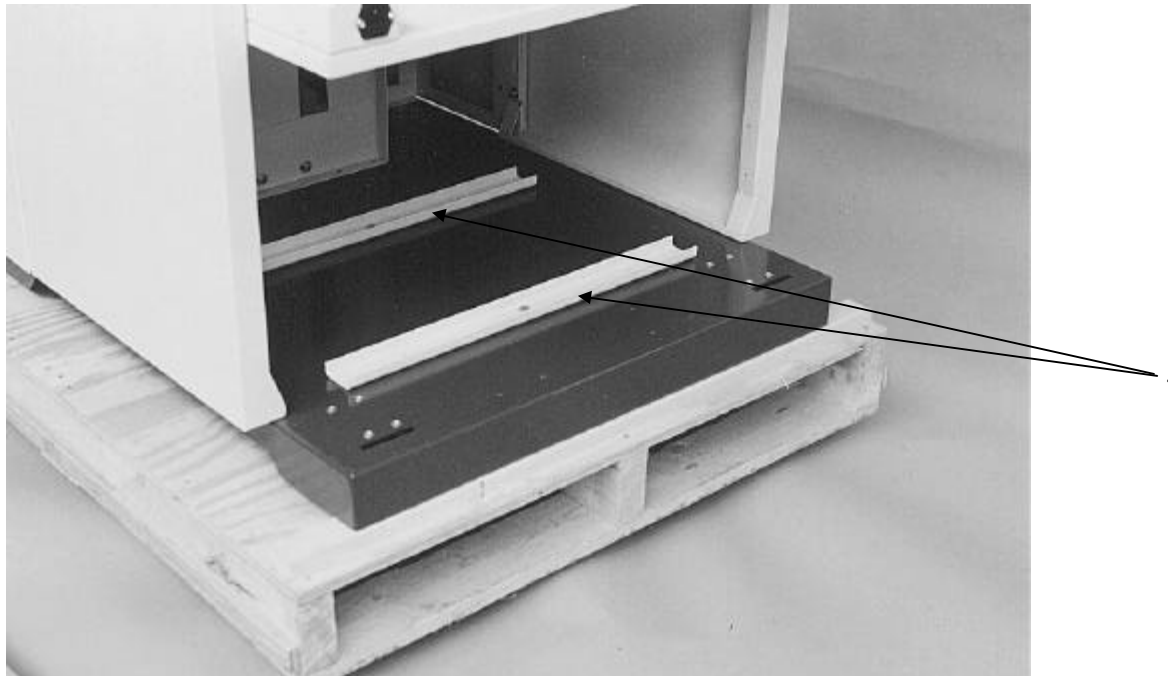

figura 1
- Retire os pernos de fixação que seguram a máquina em cima do palete. (ver: figura 1, número 1).